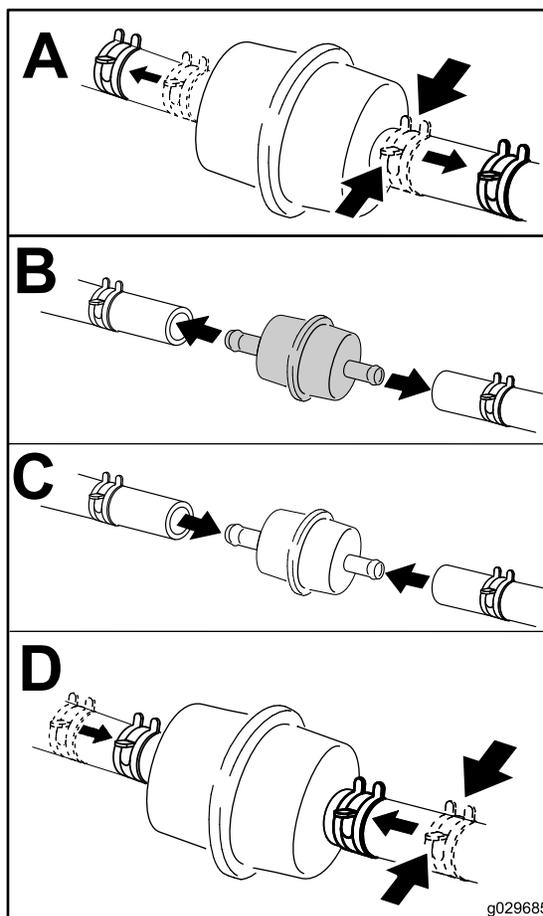

Рисунок 43
6. Подставьте под топливный фильтр чистую емкость и замените топливный фильтр, как показано на Рисунок 43.